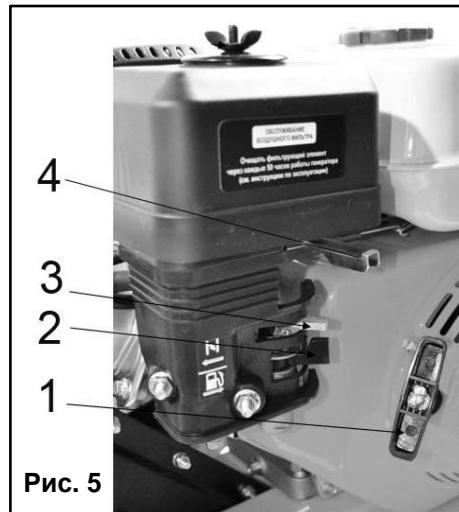

Рис. 5
- Установите рычаг привода дросселя в положение «Заяц». (4) (См. Рис. 5).
- Откройте топливный кран (2) (См. Рис. 5), переведите рычаг в положение «Открыто» (OPEN).
- Установите рычаг привода воздушной заслонки (3) (См. Рис. 5), в положение «ЗАКРЫТО» (CLOSE).
1. Установите рычаг управления дросселем (4) (См. Рис. 5) в положение “Черепаха” .